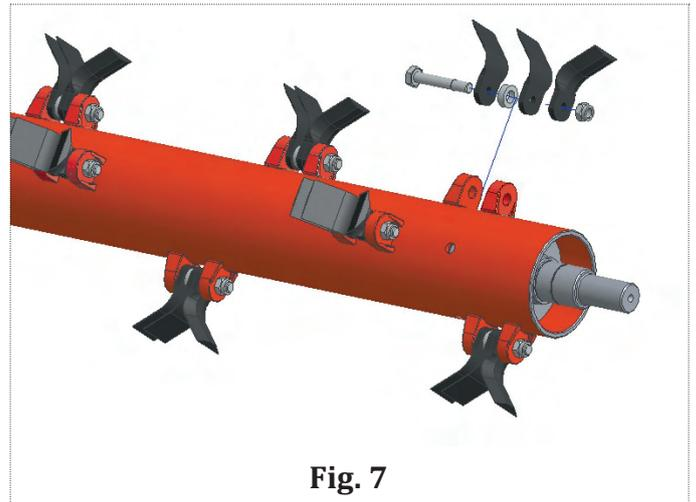

Fig. 7
- Enlever l'écrou 1 (Fig. 7) du boulon de fixation du couteau usé, en faisant attention pendant le montage à remettre le couteau neuf exactement dans la même position
- enlever l'écrou 1 (Fig. 7) du boulon de fixation des socs usés, en faisant attention aux différents éléments et en particulier à la position des entretoises 2 (Fig. 7) ; Lors du remontage remettre les socs neufs et les composants exactement dans la même position